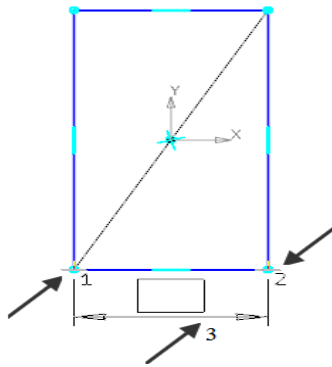

Рис. 2.17. Проставлення лінійного параметричного розміру на контурі основи
- б) вказати **точку 1** на контурі основи (рис. 2.17);
- в) вказати **точку 2** на контурі основи (рис. 2.17);
- г) після цього відвести курсор миші у бік проставлення розміру і вказати **точку 3** положення розміру (рис. 2.17);